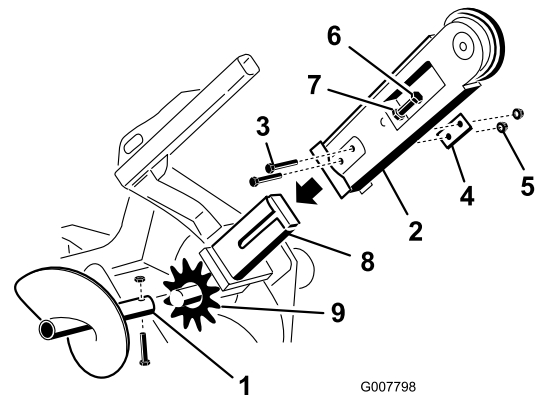

Figura 3
2. Rimuovete il bullone e il dado che fissano le lame della coclea e rimuovete la coclea (Figura 3). Conservate il bullone e il dado per riutilizzarli in seguito.
3. Togliete i due bulloni, i dadi e le rondelle doppie montate sulla parte laterale della barra (Figura 3).
4. Allentate il dado di regolazione e il controdado (Figura 3).